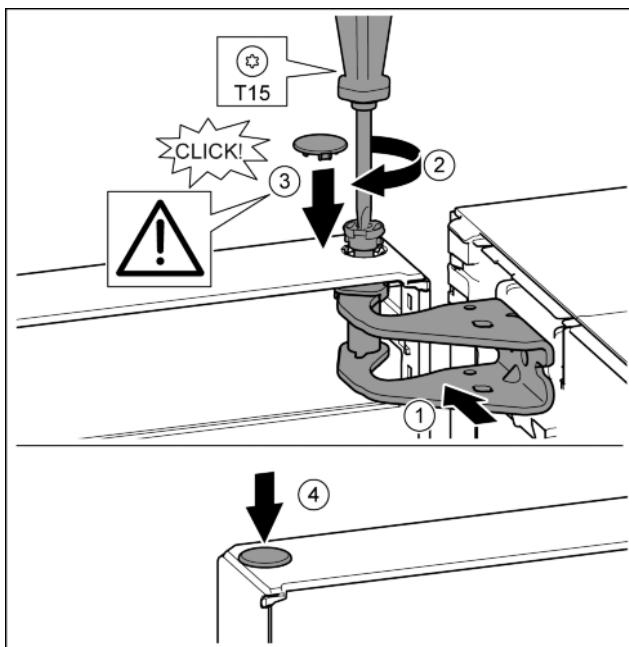

Fig. 22
- Дверь вверху выровнять по отверстию в опорном кронштейне. Fig. 22 (1)
- Вставить палец и затянуть отверткой T15. Fig. 22 (2)
- Установить предохранительную крышку для защиты двери: вставить предохранительную крышку и проверить, прилегает ли она к двери. В ином случае вставить палец полностью. Fig. 22 (3)
- Вставить заглушку. Fig. 22 (4)